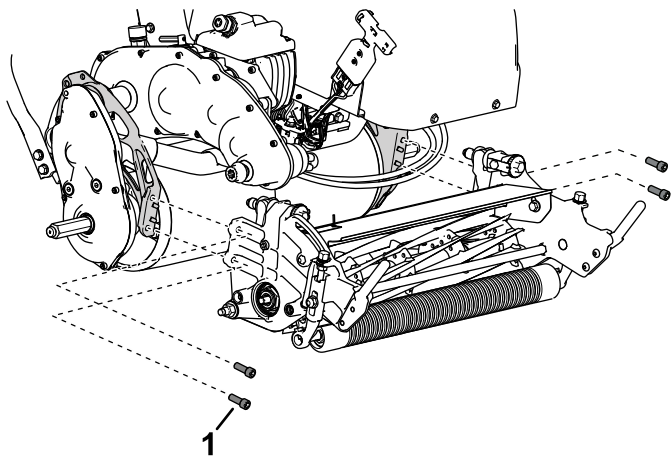

Figure 7
- A. Fixez l'unité de coupe sur la machine à l'aide de 4 vis à tête à creuse (Figure 7).